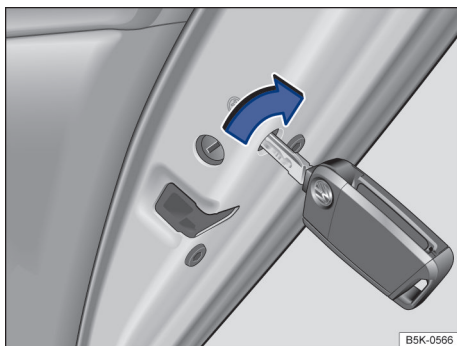

Fig. 60 Travamento de emergência do veículo com a chave do veículo.
- Inserir a haste da chave na fenda → Fig. 60 e girar.